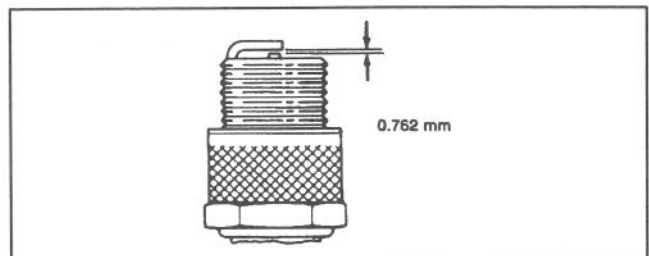

Abbildung 18
4. Den Abstand zwischen mittlerer und Seitenelektrode auf 0,762 mm einstellen (Abb. 18). Die korrekt eingestellte Zündkerze mit einer Dichtung einsetzen und auf ein Moment von 20,4 Nm anziehen.